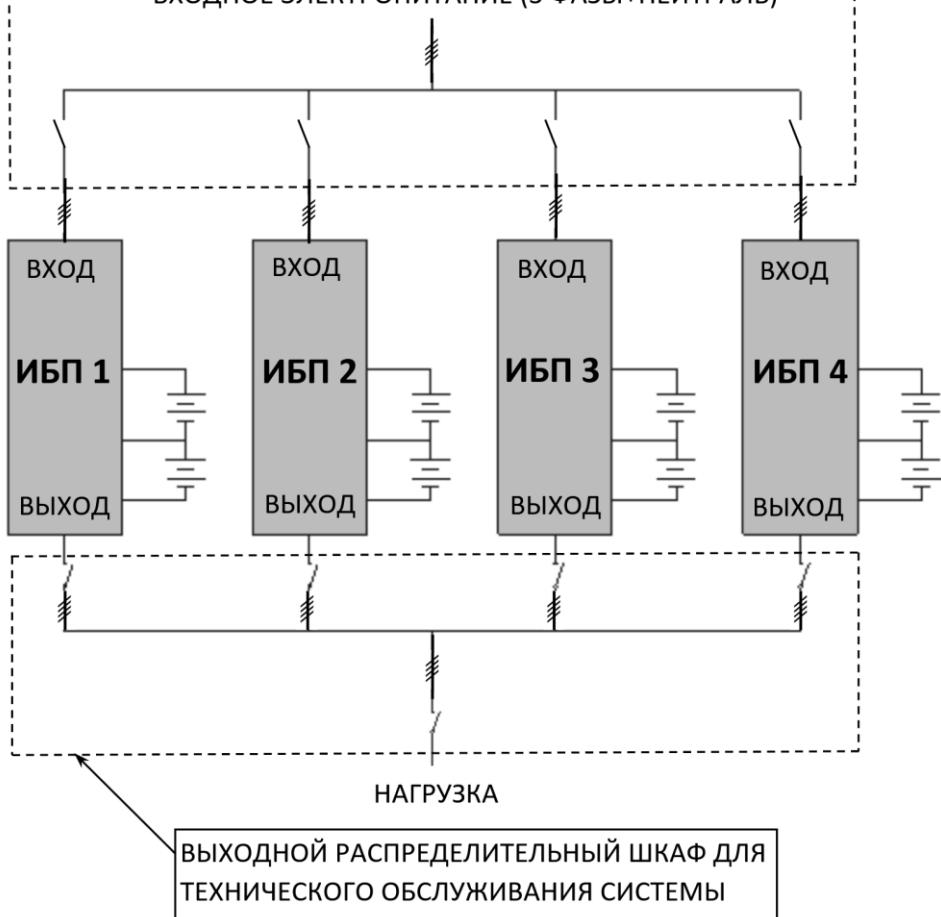
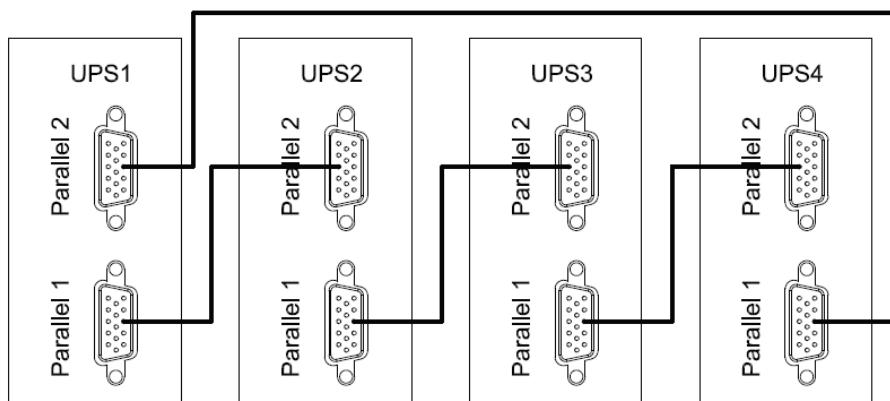

Рисунок 24 – Пример схемы подключения четырех изделий в систему параллельного резервирования с выходным распределительным шкафом.
Рисунок 25 – Схема соединения изделий в «кольцо» через параллельные порты.
**Изделие имеет встроенный параллельный контроллер и может работать в системе бесперебойного питания с параллельным резервированием (см. рисунок 24 и рисунок 25). Целью такой системы является либо повышение надежности (резервирование), либо увеличение общей выходной мощности (масштабирование).** При исправности всех соединенных параллельно изделий (от двух до четырех) нагрузка равномерно распределяется между ними, а в случае выхода из строя одного из изделий – перераспределяется между исправными изделиями, неисправное изделие отключается от системы.
ВНИМАНИЕ! Установите дополнительные внешние выходные выключатели (см. рисунок 24) между выходными клеммами каждого изделия и общими шинами, тщательно соблюдая фазировку.
- отключите входное сетевое питание каждого изделия, убедитесь в том, что все внешние выключатели разомкнуты (см. рисунок 24);